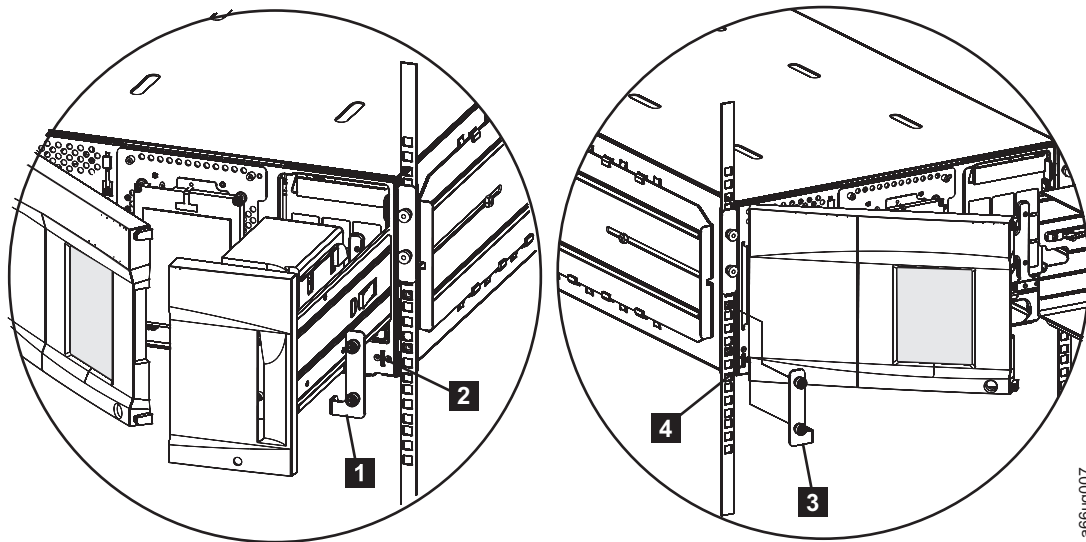

Figura 3-10. Instalación de las aletas del bastidor en un módulo de control
1. Instale la aleta derecha del bastidor (**1** de la Figura 3-10).
- a. En la parte inferior derecha de la posición de la estación de E/S de cada módulo de biblioteca, hay una ranura (**2** de la Figura 3-10). Inserte la aleta derecha del bastidor en la ranura.
2. Instale la aleta izquierda del bastidor (**3** de la Figura 3-10 en la página 3-13).
- b. Sujete el extremo con bisagras de la puerta y mientras tira de la puerta presione el extremo derecho para que sobresalga la ranura de la aleta izquierda del bastidor (**4** de la Figura 3-10 en la página 3-13).